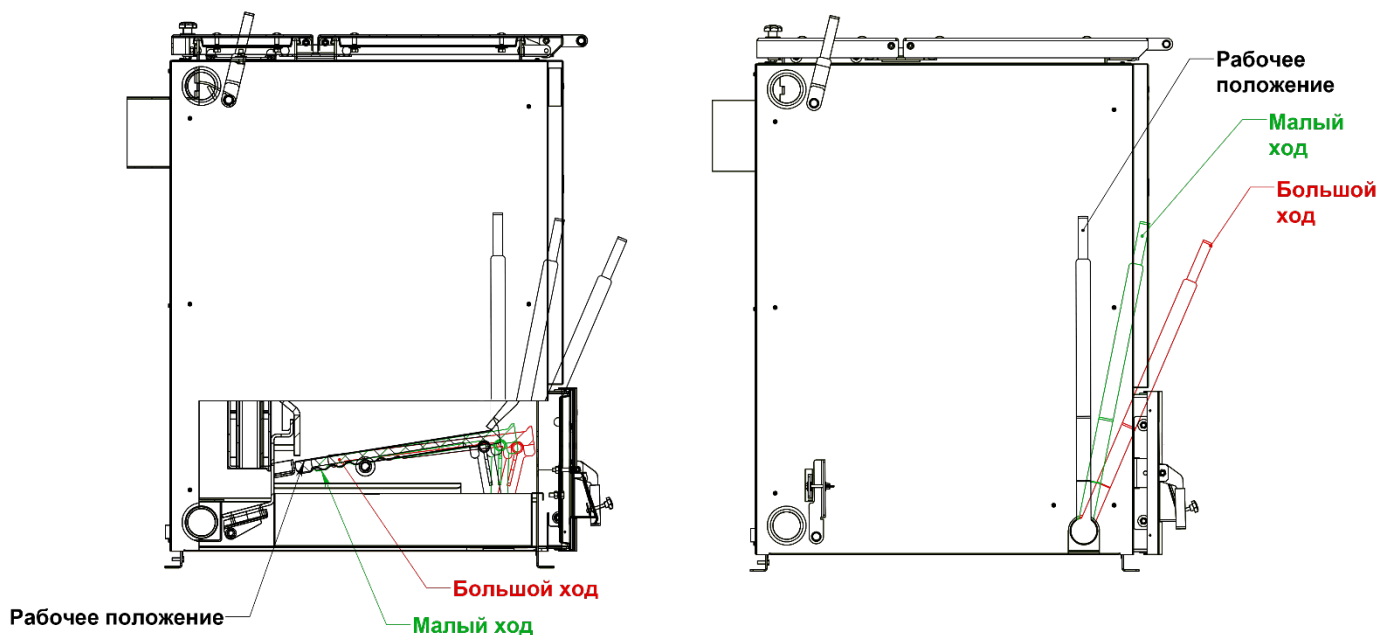

Рис. 14 Механизм встряхивателя колосников
Рекомендуемые размеры кусков угля не должны быть менее 20мм и превышать 50 мм. Загрузку угля производить не выше верхней кромки переднего теплообменника (рис.14), не оставляя надолго открытой загрузочную дверцу, чтобы не допустить прорыва большого количества холодного воздуха в топку. Зольная дверца во время растопки котла должна быть открыта.
При дозагрузке топлива по необходимости удалить шлак и золу с колосников, а также разрыхлить спекшееся топливо путем большого (два щелчка вперед-два назад) либо малого хода (один щелчок вперед-один назад) механизма встряхивателя (рис.14).
6. Заполнить углем загрузочную камеру не выше верхней кромки переднего теплообменника (рис.14).